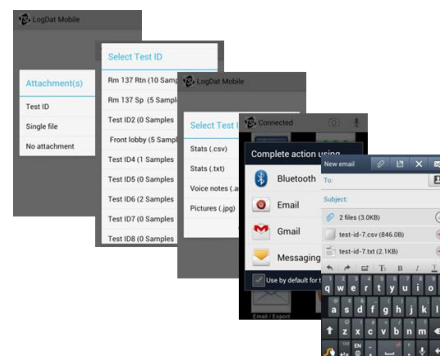

Abbildung 8. Exportieren gespeicherter Daten
- Exportieren Sie Daten auf eine SD-Karte, in ein Gmail-Postfach, nach Google Drive oder über eine Bluetooth-Verbindung (Abbildung 8).